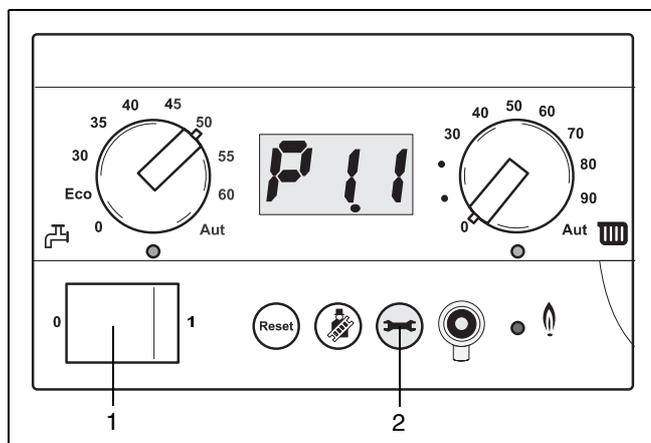

Fig. 16 Visualizzazione della pressione [bar] (per esempio P1.1 bar, dopo aver premuto il tasto di manutenzione)
- Posizionare i tasti di regolazione, riscaldamento e acqua calda sanitaria su "0" (fig. 16).
- Posizionare su "1" l'interruttore di rete sul BC 10 (fig. 16, pos. 1).
- Premere il tasto di manutenzione (fig. 16, pos. 2) alcune volte di seguito fino a quando viene visualizzato il valore di pressione (per es.: P1.1, vedi fig. 16).